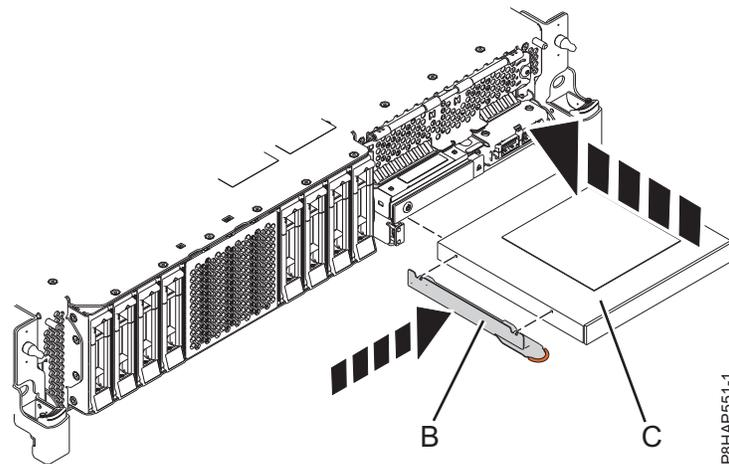
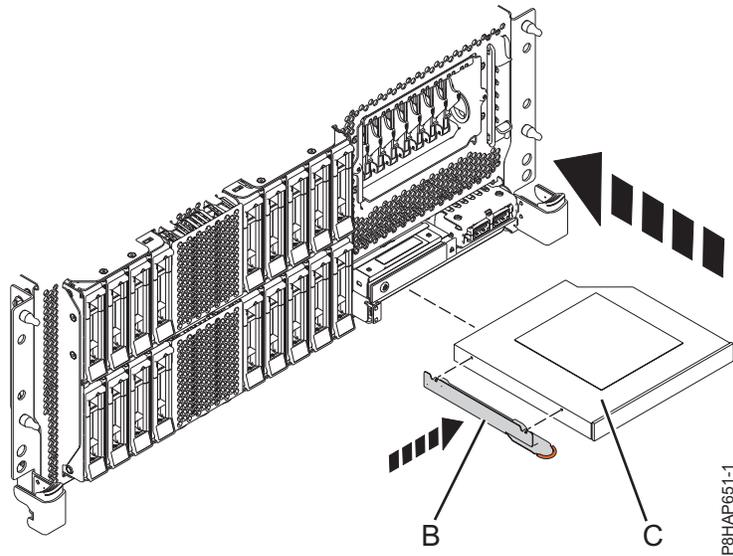
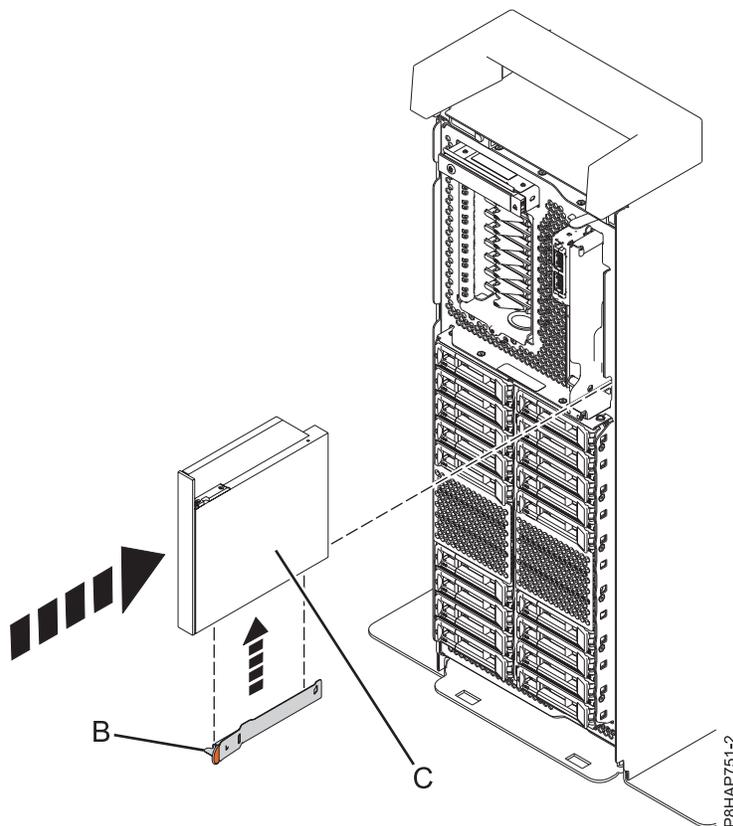

Abbildung 12. Flache Einheit für austauschbare Datenträger installieren - System 8284-21A oder 8284-22A
Abbildung 13. Flache Einheit für austauschbare Datenträger installieren - Einschubsystem 8286-41A oder 8286-42A
Abbildung 14. Flache Einheit für austauschbare Datenträger installieren - eigenständiges System
5. Befestigen Sie die Halterung (**B**) an der neuen flachen Einheit für austauschbare Datenträger; siehe Darstellung in Abb. 12 bei einem System vom Typ 8284-21A oder 8284-22A, Abb. 13 auf Seite 18 bei einem Einschubsystem vom Typ 8286-41A oder 8286-42A oder Abb. 14 auf Seite 18 bei einem eigenständigen System vom Typ 8286-41A.
Für ein System vom Typ 8284-21A oder 8284-22A gilt Abb. 12, für ein Einschubsystem vom Typ 8286-41A oder 8286-42A gilt Abb. 13 auf Seite 18 und für ein eigenständiges System vom Typ 8286-41A gilt Abb. 14 auf Seite 18.